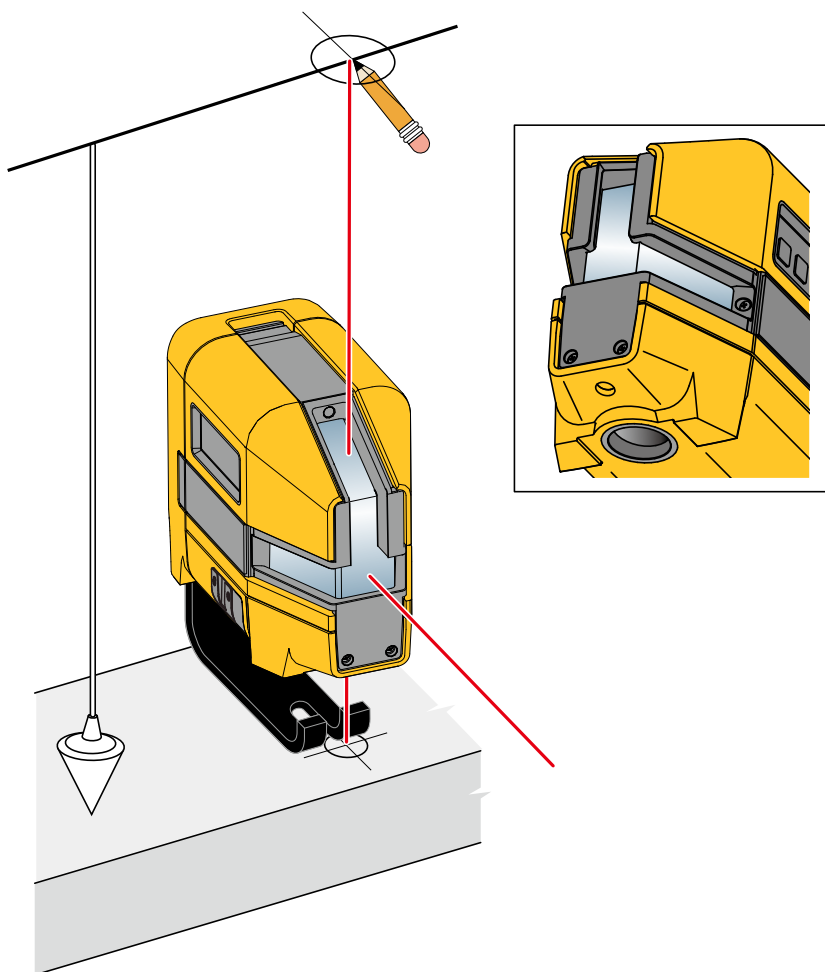

Figura 5. Nova marcação de prumo
2. Centralize o laser para baixo sobre a cruz. Veja a Figura 5.